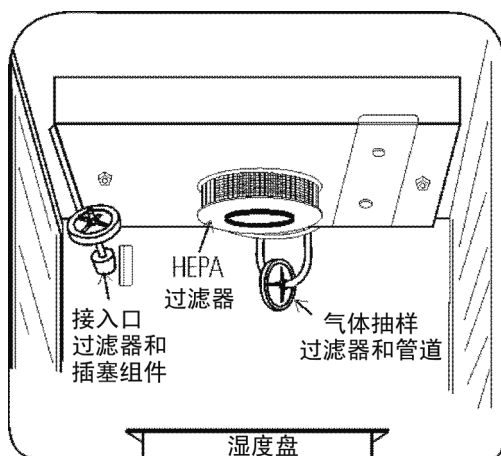

图 5-1. 组件位置
1. 卸下搁板、接入口过滤器组件、HEPA 过滤器、气体抽样过滤器和管道，以及左、右侧导气板。丢弃 HEPA 过滤器和接入口过滤器组件。请参阅图 5-1。